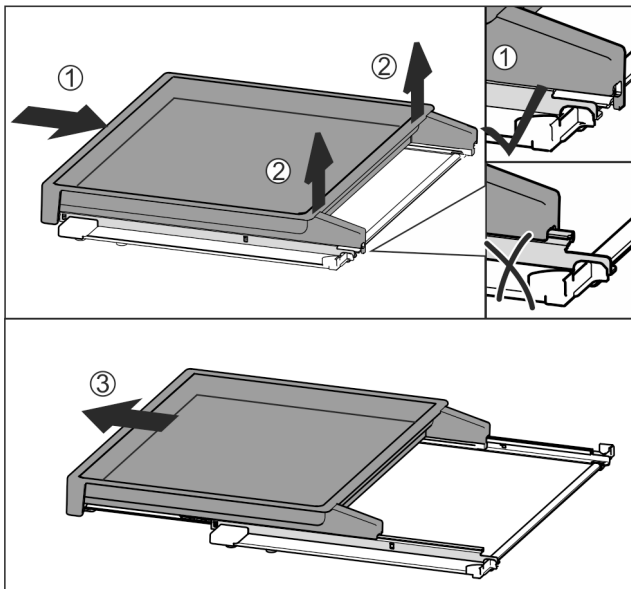

Fig. 112
- Tolja be teljesen a kihúzható polcot Fig. 112 (1).
- Lazítsa meg a reteszelt a hátsó oldalon Fig. 112 (2).
- Vegye ki előre felé a kivethető polcot Fig. 112 (3).